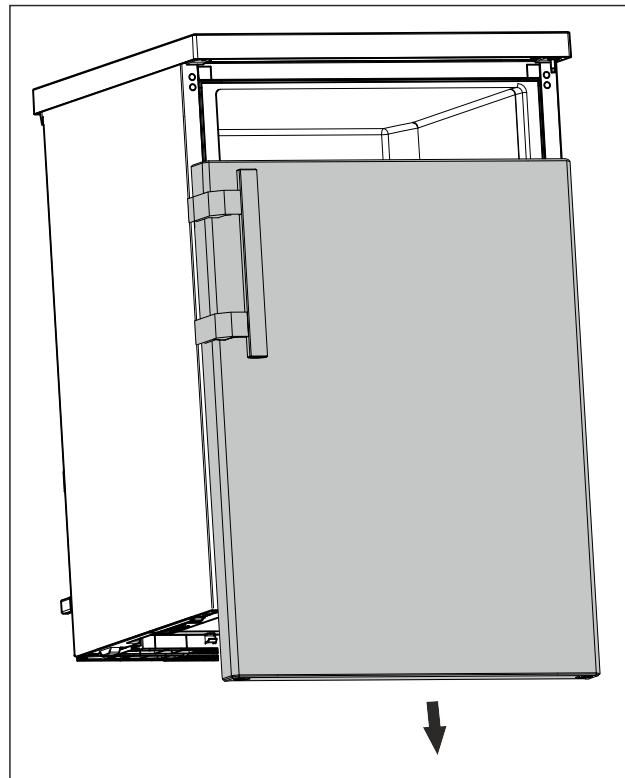

Fig. 9
- Ta av dörr neråt. (se Fig. 9)